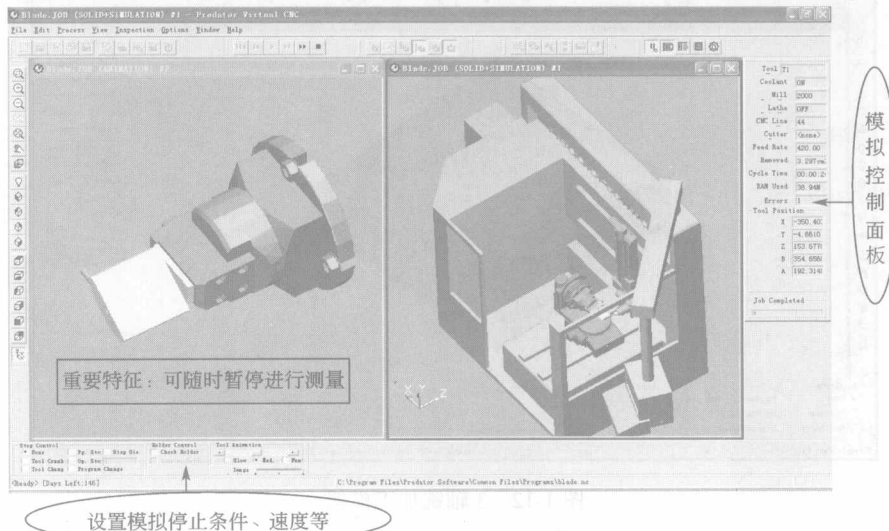

图 1-11 多种仿真模式
Step6: 仿真时可选择多种不同的仿真模式以适合不同需求，见图 1-11。用户可选择实体仿真、带机床仿真、快速仿真、轨迹显示等不同模式。亦可显示模拟控制面板、设置模拟停